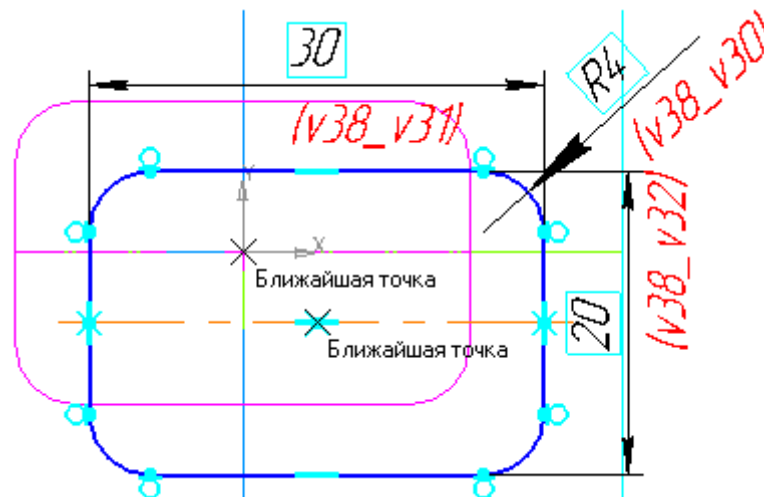

Рисунок 15
- С помощью команды Объединить точки~на панели Параметризация совместите точку на середине осевой линии и точку начала координат эскиза (рис. 15.).